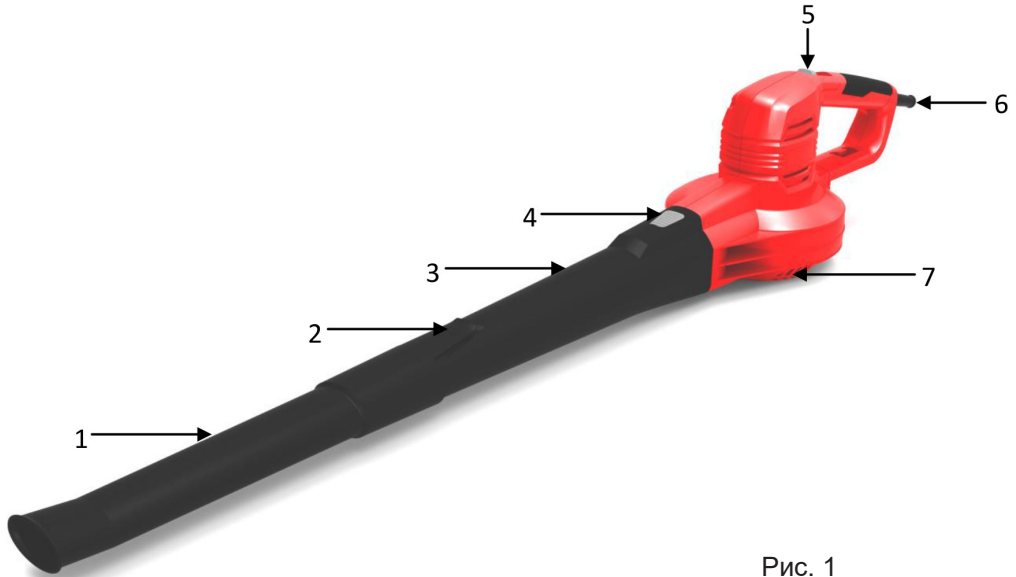
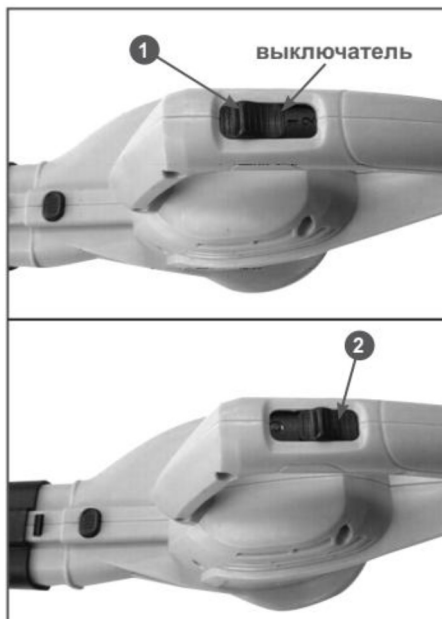

Рис. 1
Рис. 4
Для включения воздуходувки установите выключатель 5 (рис.1) в позицию «1» или «2» (рис. 4). Для выключения воздуходувки установите выключатель в позицию «0» (рис. 4).
2. Если воздушный поток слишком сильный, то выберите режим пониженной производительности установкой выключателя в положение 1 (Рис.4) и/или поднимите устройство немного выше от мусора, и/или удалите его на большее расстояние.